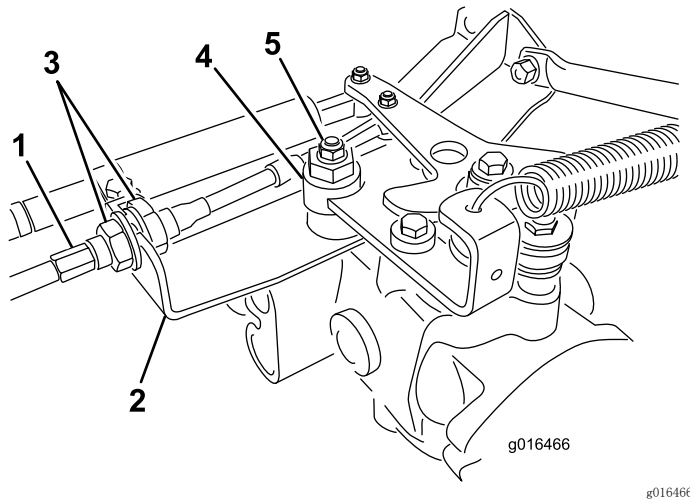

图 41
- A. 松开将驱动控制拉线固定至静液压装置隔板上的两个锁紧螺母（图 41）。确保锁紧螺母的松动程度相同，并足以进行调节。
**注意：** 松开将偏心螺栓固定到静液压泵顶部的螺母（图 41）。
- E. 当轮子停止旋转时、旋紧螺母、锁定偏心螺栓和调整（图 41）。
- G. 从隔板的两侧，均匀拧紧锁紧螺母，将驱动拉线固定到隔板上（图 41）。切勿让拉线缠绕在一起。